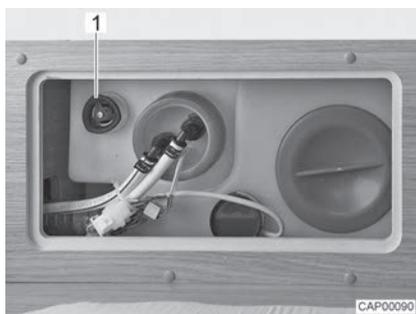

Fig. 93 Serbatoio dell'acqua con maniglia girevole
- Sul serbatoio dell'acqua, ruotare la maniglia girevole (Fig. 93,1) in senso orario fino all'arresto.
- Sul serbatoio dell'acqua, ruotare la maniglia girevole (Fig. 93,1) in senso antiorario fino all'arresto. L'acqua fuoriesce fino a ca. 20 litri.